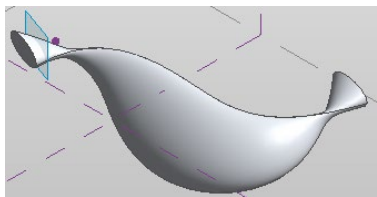

图 2-8 更改后的图形
(4) 当在项目视图或工作平面查看器中进行更改时，其他视图会实时更新，结果如图 2-8 所示。